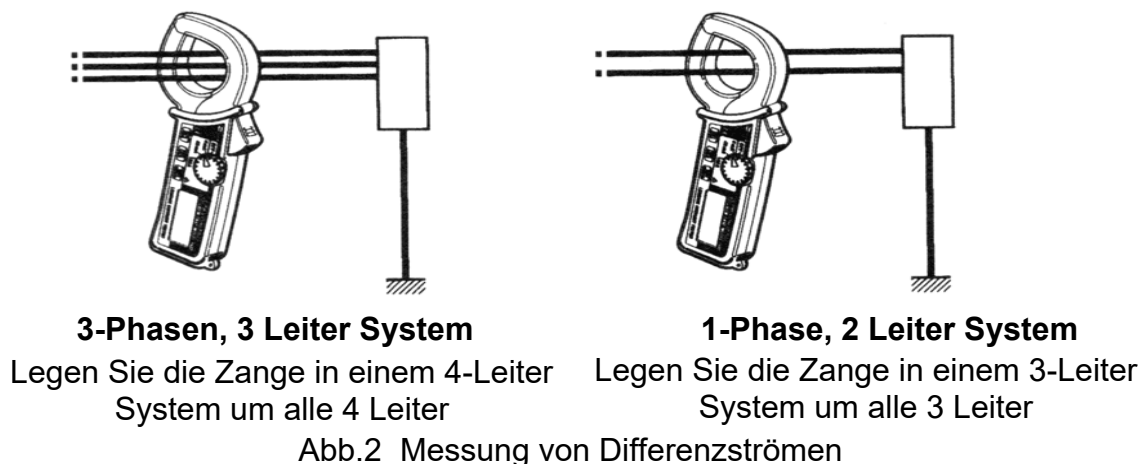

Abb.2 Messung von Differenzströmen
- (3) Um Leck- bzw. Differenzströme zu messen (Abb. 2), legen Sie die Zange um alle Leiter außer den Erdungsleiter. Der gemessene Differenzstrom wird auf dem Display angezeigt.